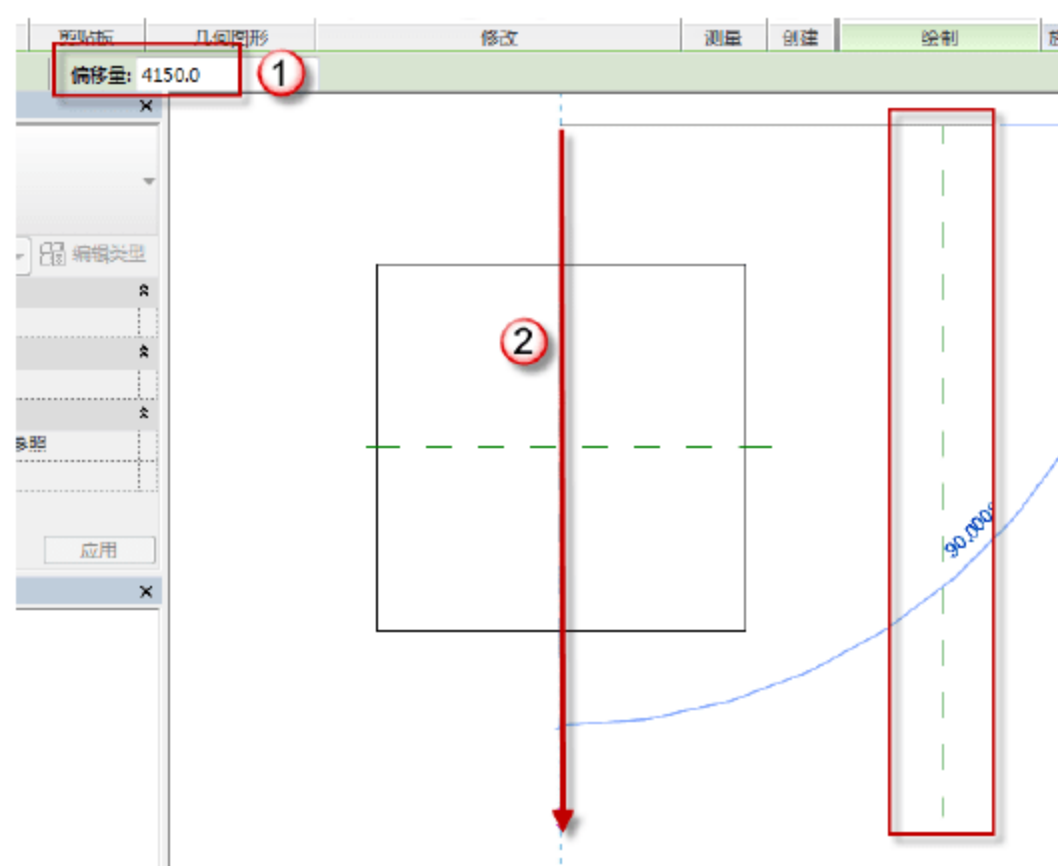

图 12.1.27 绘制辅助线
(2) 绘制辅助线。按快捷键 R+P，在“偏移量”后输入“4150”字样，然后绘制辅助线，如图 12.1.27 所示。